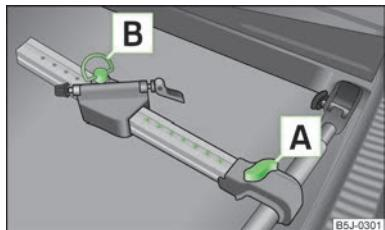

Fig. 57
- Extraer el tornillo A » fig. 57 un poco y deslizar el larguero (pieza de aluminio) hacia el travesaño hasta que el soporte encastre.
- Aflojar el tornillo **A** » fig. 57 de la página 61 y deslizar el portabicicletas junto con la bicicleta sujetada hacia la izquierda de modo de que el manillar no toque la ventanilla lateral del maletero.